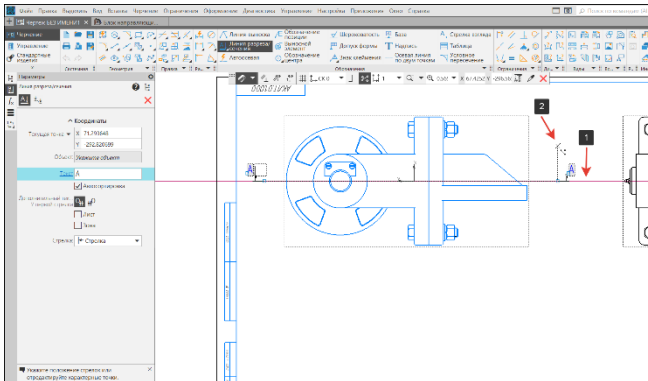

Рисунок 388 – Направление стрелки взгляда
- Укажем направление стрелки взгляда, если стрелка (2) расположена над линией (1), то на разрезе отобразится все что под линией, если стрелка располагается под линией, то на разрезе отобразится верхняя часть. Выберем расположение и кликнем мышкой (Рисунок 388);